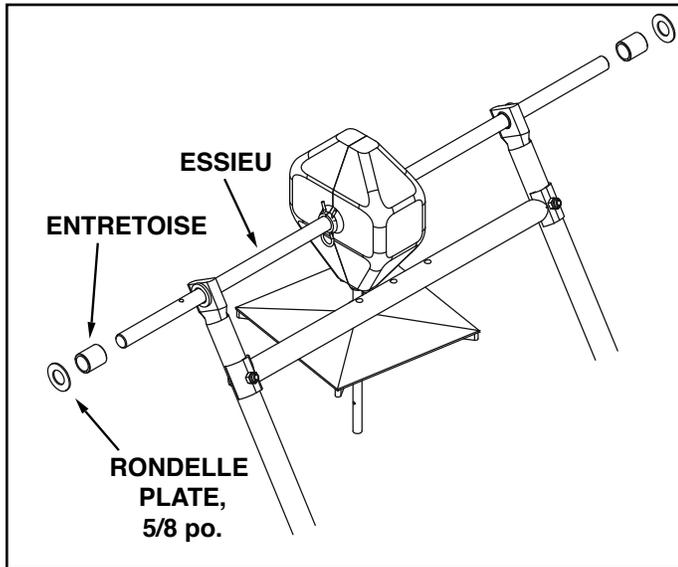

FIGURE 1
2. L'épandeur reposant à l'envers sur le dessus de la trémie, monter une entretoise, puis une rondelle plate de 5/8 po. sur chaque extrémité de l'essieu. Voir la figure 1.